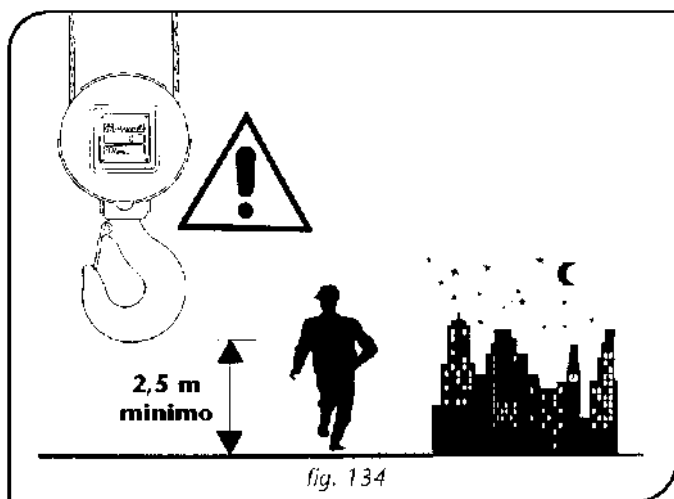

fig. 134
- **NIGDY** nie zostawiać wciągarki po skończeniu prac bez wciągnięcia bloczka hakowego i powiązanych z nim haków na wysokość nie mniejszą niż 2.5 m (rys. 134).